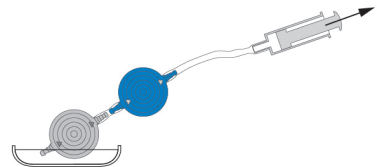

Abb. 24: Durchgängigkeitsprüfung
M.blue plus XABO sollte vor der Implantation entlüftet und auf Durchlässigkeit geprüft werden. Das möglichst schonende Befüllen des Ventils kann durch Aspirieren mithilfe einer am distalen Katheterende aufgesetzten sterilen Einwegspritze erfolgen. Dabei wird das Ventil distal konnektiert und in sterile, physiologische Kochsalzlösung gehalten. Lässt sich Kochsalzlösung entnehmen, ist das Ventil durchgängig (Abb. 24).